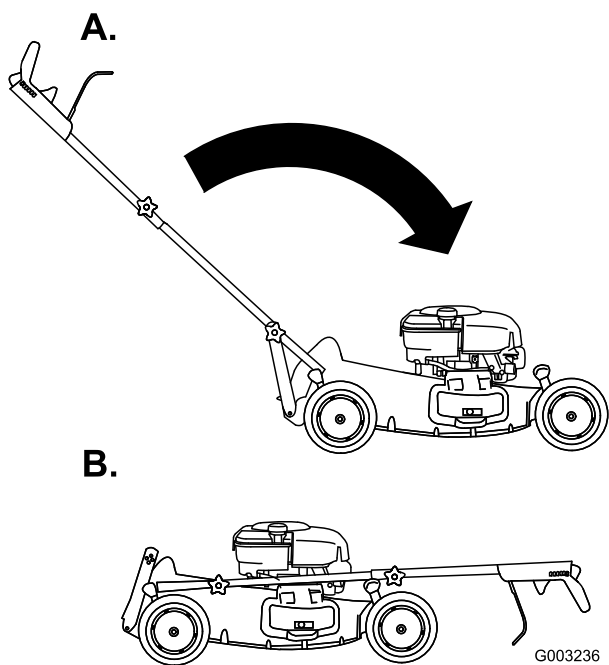

Figura 50
3. Doble el manillar hacia adelante (Figura 50).